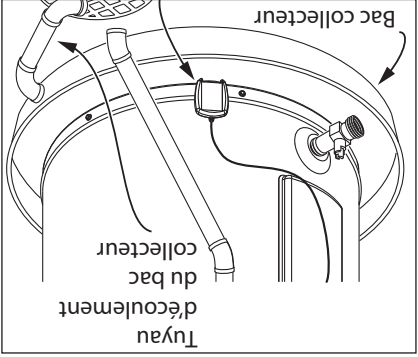

Figure 6 - Un bac collecteur adapté raccordé par un tuyau à un écoulement approprié peut permettre de protéger le plancher des fuites et égouttements.
- Dans un bac collecteur adapté, raccordé par un tuyau à un siphon de sol approprié ou à l'extérieur du bâtiment (Figure 6).
- Placer un bac collecteur adapté (en vente dans tout magasin de plomberie) sous le chauffe-eau (Figure 6) pour recueillir la condensation ou les fuites des raccords de tuyauterie ou de la cuve. La majorité des codes exigent, et nous le recommandons, d'installer le chauffe-eau dans un bac collecteur raccordé par un tuyau à un écoulement approprié. Le bac collecteur doit avoir au moins 50 mm (2 po) de plus en largeur que le diamètre du chauffe-eau, sorte que le niveau d'eau soit limité à une profondeur maximale de 45 mm (1-3/4 po).
- Bac collecteur adapté (Figure 6 à la page 11)